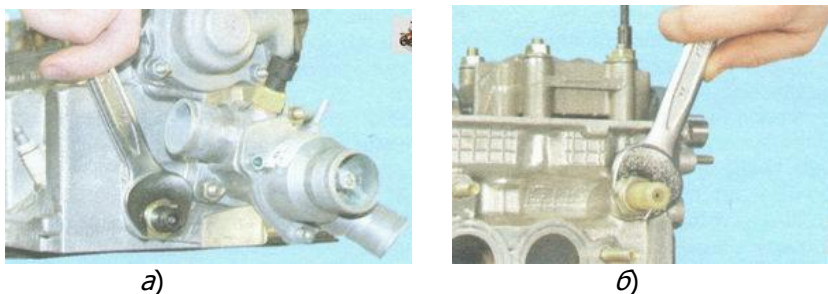

Рис. 1.8. Датчик указателя температуры охлаждающей жидкости (а) и датчик сигнализатора аварийного падения давления масла (б)
11. Выворачиваем из головки блока цилиндров датчик указателя температуры охлаждающей жидкости и датчик сигнализатора аварийного падения давления масла (рис. 1.8).